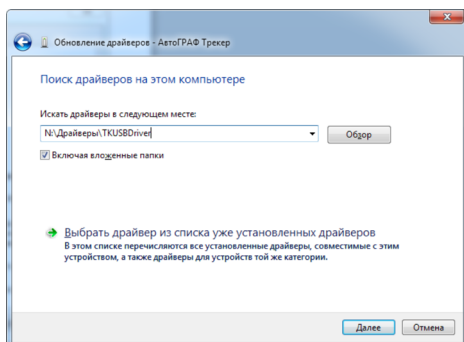

Рис.3
4. Задайте путь к папке, в которую был распакован архив с драйверами (Рис.3). Выполните